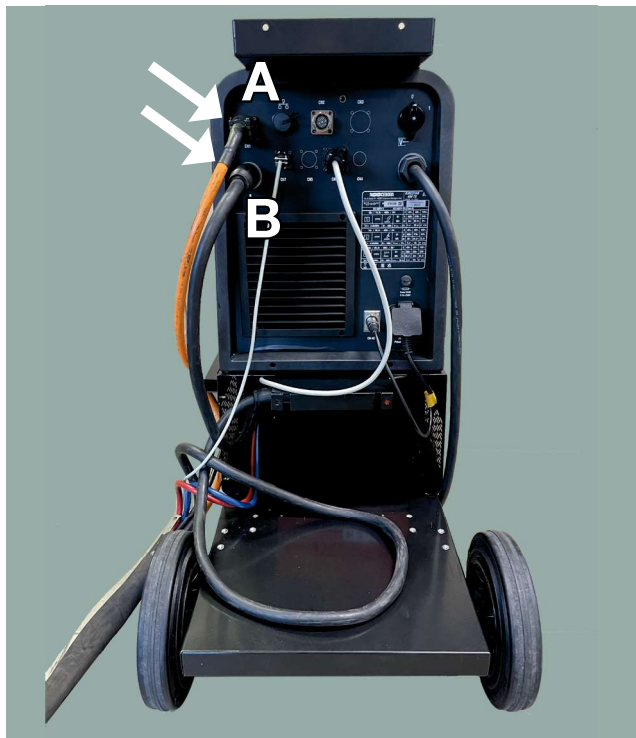

Fig. 5
Dal lato generatore scollegare la connessione generatore carrello Art.2061 (fig. 5)
*By the power source side, disconnect the power source- wire feed unit connection Art.2061 (fig. 5)*
Del lado del generador desconectar la conexión carro arrastrado-generador Art.2061 (fig. 5)